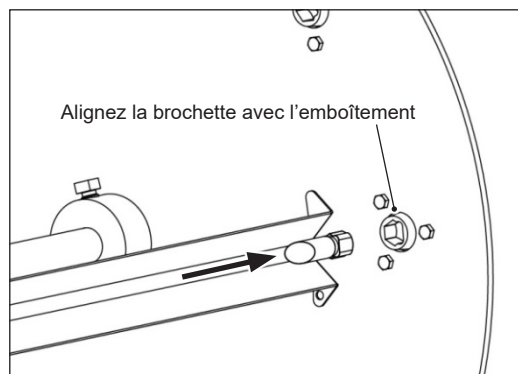

Figure 11
2. Alignez l'autre bout de la brochette avec l'emboîtement correspondant et la pousser en place (voir la Figure 11).